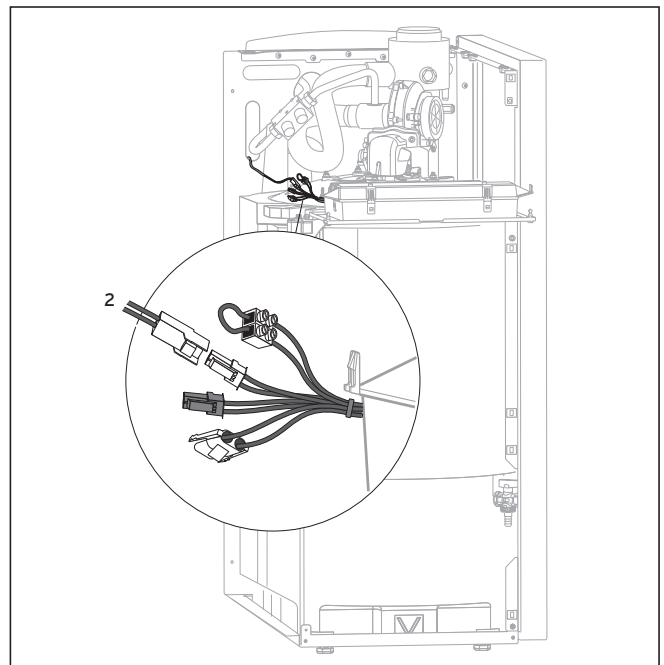

Abb. 4.3.2 Speichertemperturfühler anschließen
- Der Speicherfühler wird elektrisch an den weißen Stecker im Kabelbaum angeschlossen (Abb. 4.3.2)